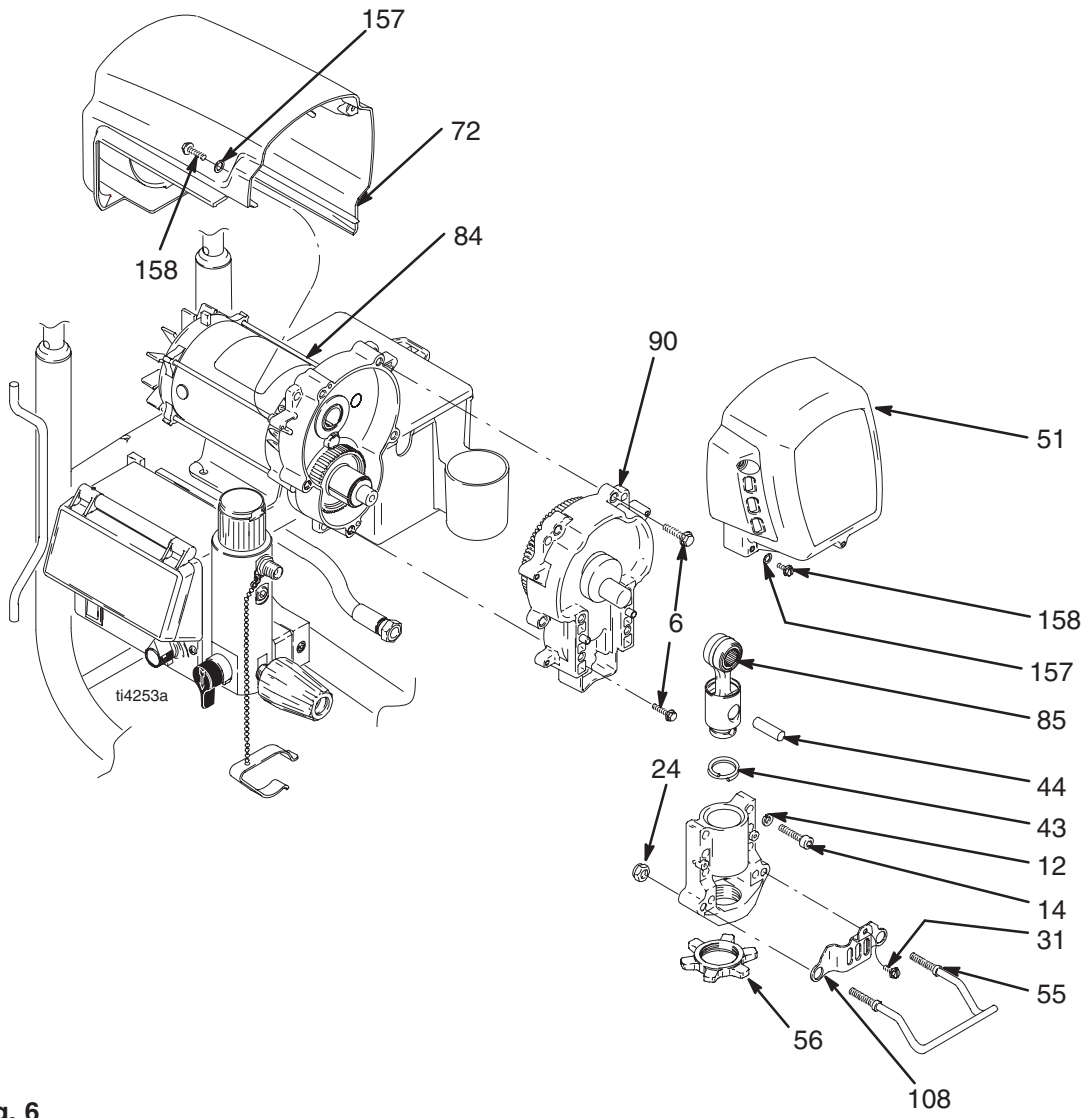

Fig. 6
- Enlever la vis (31), les deux écrous (24), le porte-seau (55) et le couvre-tige (108).
- Démonter la pompe (91); **Remplacement du bas de pompe**, page 20.
- Fig. 6. Enlever les deux vis (158) et le capotage (72).
- Enlever les quatre vis (158) et le capot avant (51).
- Enlever les quatre vis (14) et rondelles (12) pour démonter le corps de palier (83) et la bielle (85).
- Enlever les cinq vis (6) et extraire le carter d'entraînement (90) du moteur (84).
- Fig. 6. Emboîter le carter d'entraînement (90) sur le moteur (84) et le fixer à l'aide de cinq vis (6). Serrer à 190–210 in-lb (21–23 N·m).
- Monter le corps de palier (83) à l'aide des quatre vis (14) et rondelles (12). Serrer à 25–30 ft-lb (34–40 N·m).
- Fixer le couvercle avant (51) avec quatre vis (31).
- Fixer le capotage (72) à l'aide des deux vis (31).
- Monter la pompe (41); **Remplacement du bas de pompe**, page 20.
- Fixer le couvre-tige (108) et le porte-seau (55) avec une vis (31) et deux écrous (24).